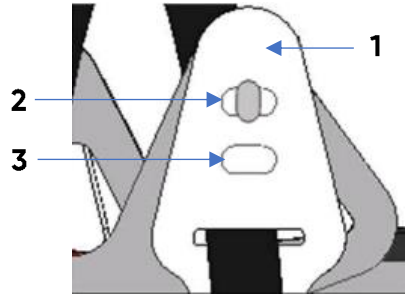

Fig.2
Prilba má dve polohy nastavenia výšky nosenia (Fig. 2). Keď si prilbu vložíte na hlavu, skontrolujte, či sú nosné pásy nastavené v požadovanej výške. Štandardne, úchopy pásu (1) sú namontované v plytkej polohe (2). Keď chcete zmeniť výšku nosenia, namontujte štyri úchopy pásu v hlbokkej polohe (3).